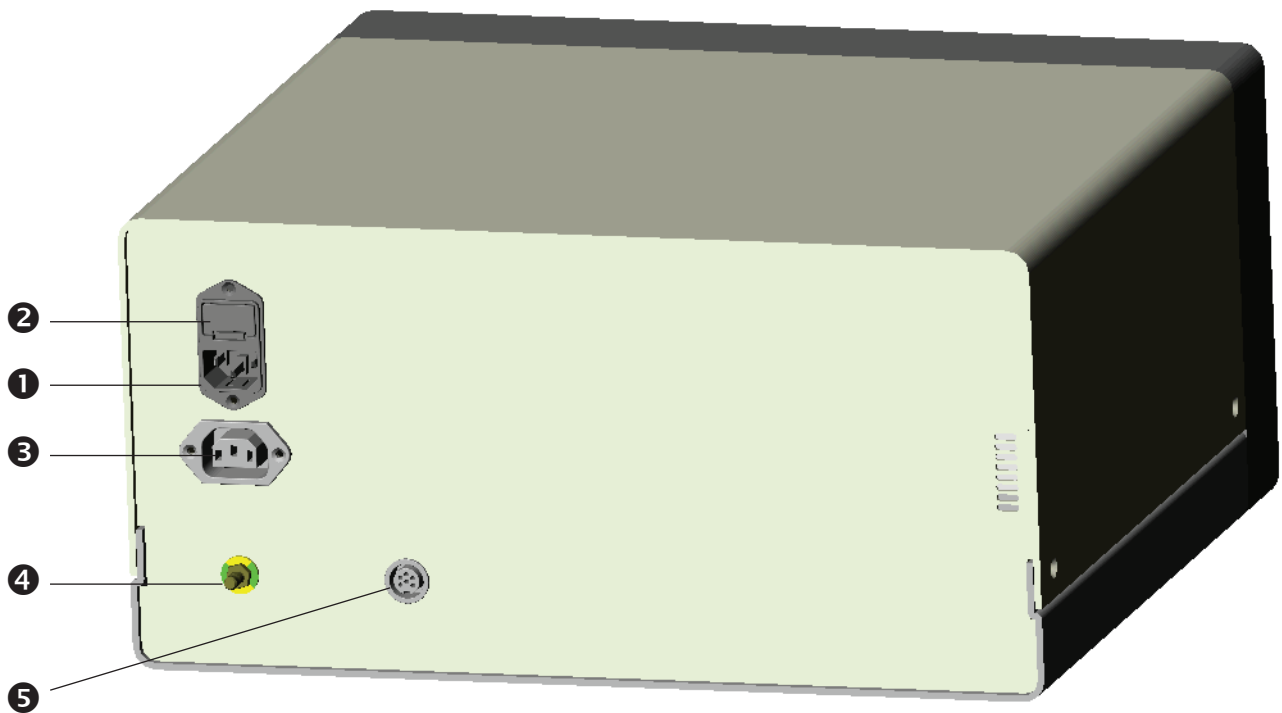

Fig. 3. **ATMOSAFE** vista posteriore
Questa connessione deve essere effettuata con l'uscita ausiliaria (❸, Fig. 3) sul retro dell'**ATMOSAFE**. L'**ATMOSAFE** è ora controllato elettronicamente dall'applicazione chirurgica tramite un connettore ISA (Internal Synchronous Activation), ora è possibile l'auto attivazione. Ciò significa che l'evacuatore di fumi parte nel momento in cui si attiva l'applicazione chirurgica.
Solo applicazioni chirurgiche compatibili possono essere collegate alla presa elettrica ausiliaria (❸, Fig. 3).
- Controllare se il voltaggio mostrato nel porta fusibili (②, Fig.3) è in accordo con il valore del voltaggio elettrico principale, quindi collegare l'**ATMOSAFE** alla rete.